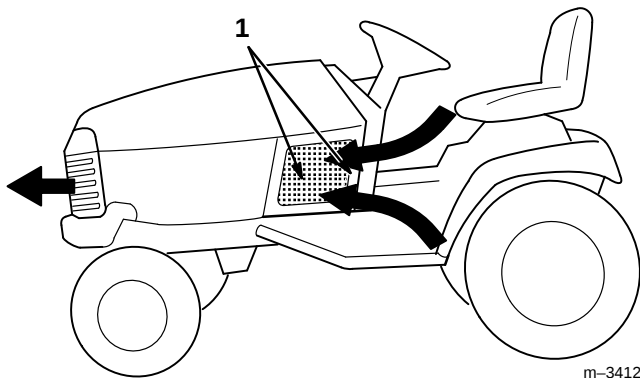

Abbildung 6
2. Die (3) Lufteinlaßsiebe (Abb. 6) auf Fremdkörper untersuchen. Fremdkörper vor jedem Einsatz und/oder während des Einsatzes entfernen, wenn nötig.